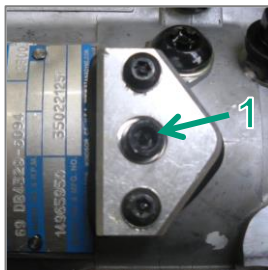

Abb. 3
- 1.2 Um sicher zu sein, dass der Motor auf Kompressions-OT ist, lösen Sie die Schraube¹ (Abb.3.) und drehen den Motor vorsichtig, bis das Spezialwerkzeug (VM 6 848 0019) eingreift. (= 1. Zylinder Kompressions-OT).